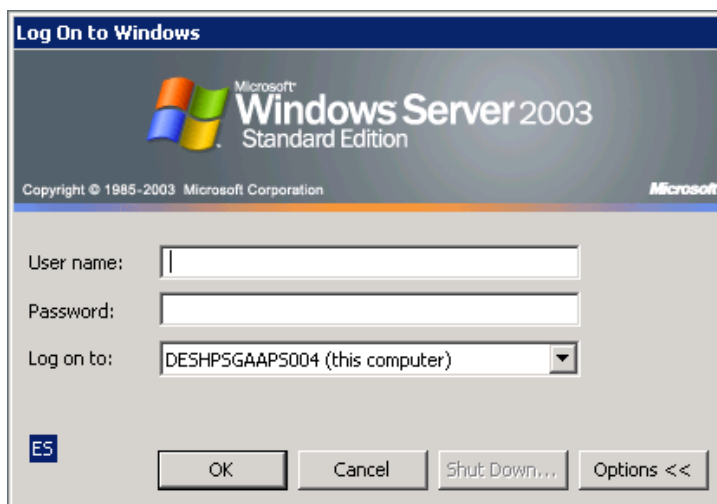

Imagen 36
3.- Concluidos los pasos anteriores aparecerá una ventana (**Imagen 36**) pidiendo 3 datos: